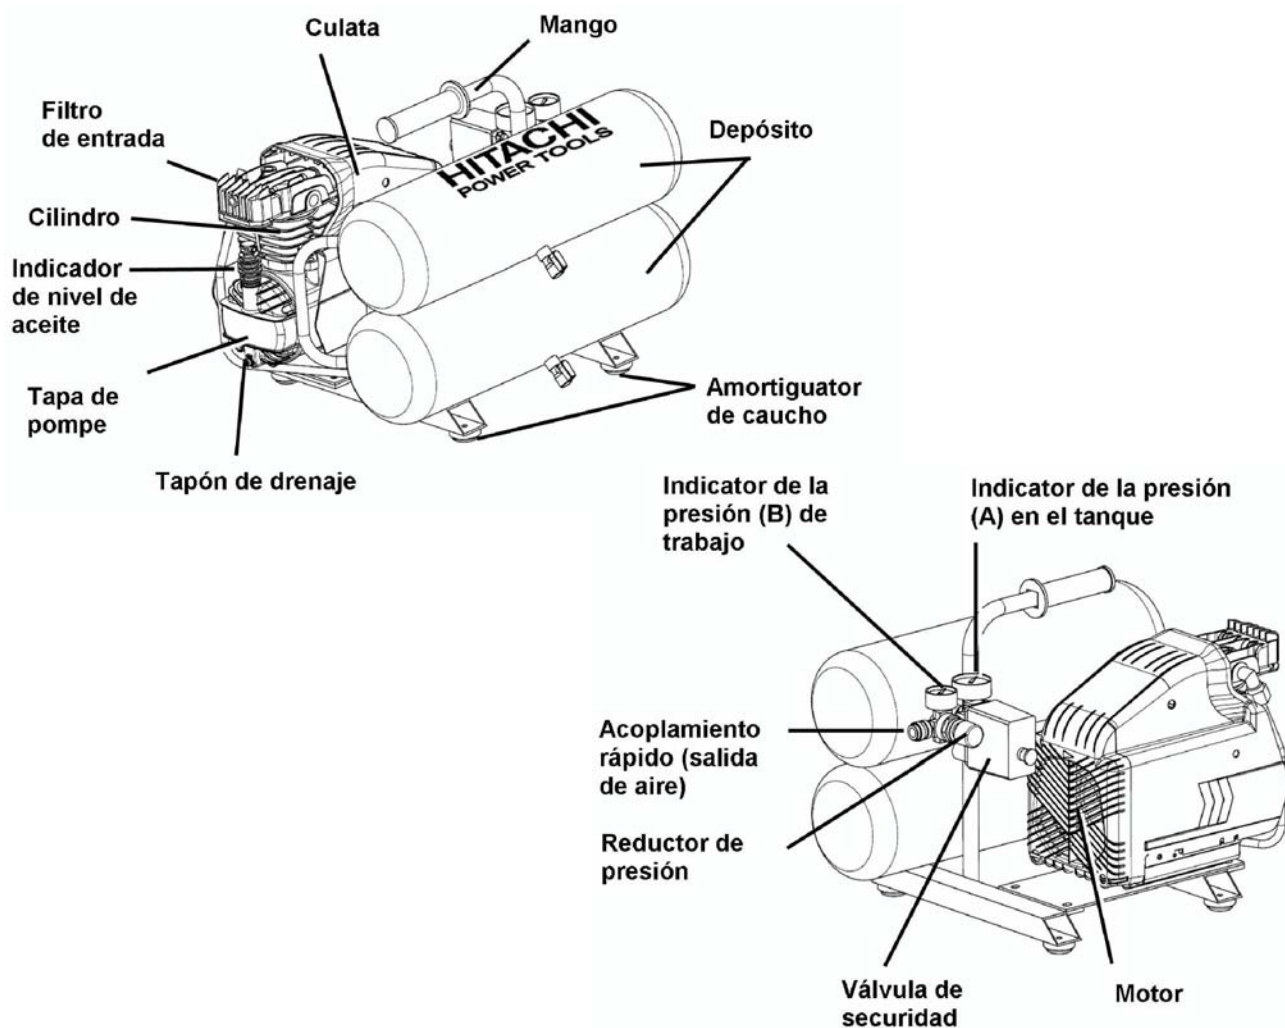
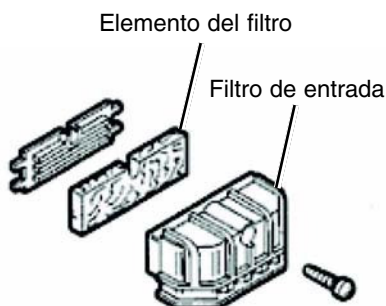
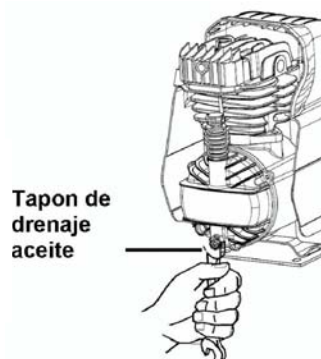

Fig.1
Fig.9
Fig.10
NOTA: Cuando se usa o se guarda el compresor, colocar 4 parachoques de goma debajo del piso de l compresor (Consulte la Fig. 1).
(1) Gire el mando del disyuntor neumático hasta la posición "OFF" (Consulte la Fig. 1 y la Fig. 2).
(2) Desconecte el enchufe del tomacorriente.
Quite el filtro de entrada (Consulte la Fig. 1) cada 50 horas, o una vez a la semana, y limpie el interior del mismo y de su elemento con aire comprimido (Fig.9). Utilice un destornillador Philips para desmontar el filtro de entrada.
- (1) Antes de las primeras 50 horas de operación, reemplace completamente el aceite del elemento de la bomba. Afloje el tapón de drenaje del aceite de la cubierta del compresor, drene todo el aceite, y atornille otra vez el tapón (Consulte la Fig. 1 y la Fig. 10).